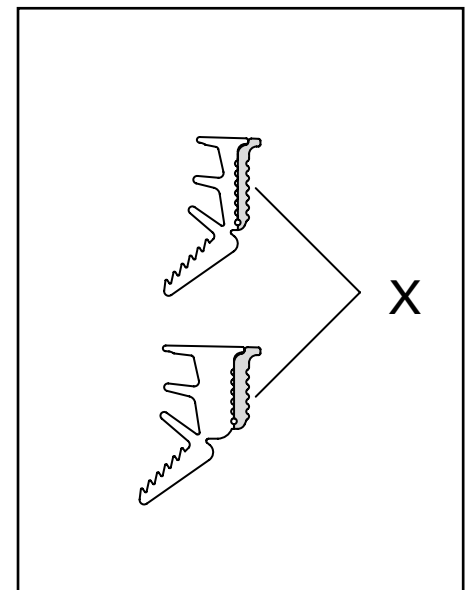

Abb. 18 / Fig. 18 / Fig. 18
- Je nach Fugenbreite Zusatzlappen X vorgängig abreißen (Abb. 18)
- En fonction de la largeur du jeu, découper précédemment la lèvre complémentaire X (Fig. 18).)
- Depending on the gap width, tear off additional lip X in advance (Fig. 18)